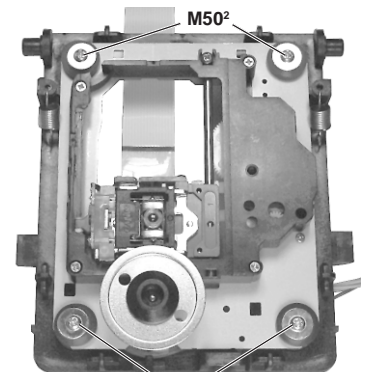

Fig. 21
- 4 Schrauben M50² (Fig. 21) heraus-schrauben und das CD-Laufwerk aus dem Laufwerkrahmen herausnehmen.
- Undo the 4 screws M50² (Fig. 21) and remove the CD drive mechanism from its frame.